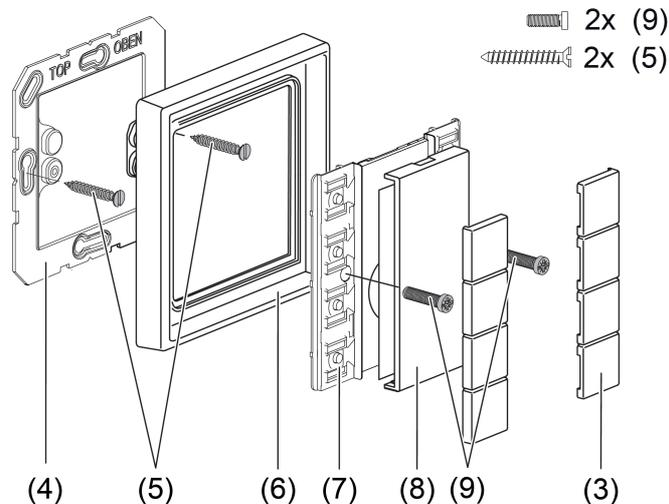

Bild 2
- Abdeckung (8) vorsichtig vom Wandsender entfernen (Bild 2).
- Abdeckung (8) aufrasten.